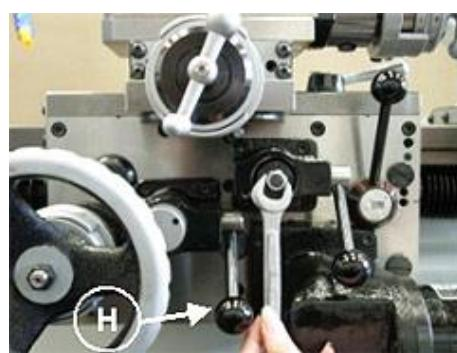

Рис.29 Муфта суппорта
2. Когда станок контактирует с упором ограничителя подачи, происходит проскальзывание сцепления. Муфта включается подъемом рукоятки «H» (Рис.29) приблизительно на 20 градусов выше горизонтали, опускание рукоятки «H» (Рис.29) вниз отключит сцепление. Когда винт автоподачи суппорта включен для нарезания резьбы, подача муфты механически блокируется (не может быть включена). Это предохраняет станок от повреждения. Отрегулируйте муфту как показано на Рис.29.